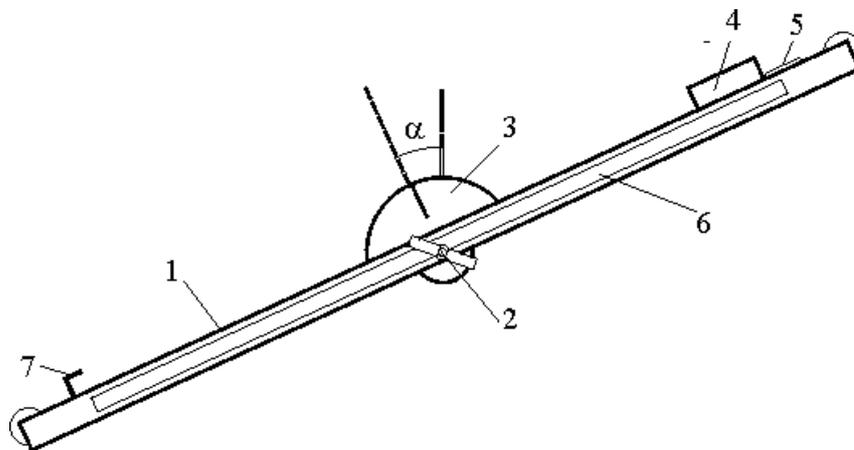

Рис.2
Установка представляет собой наклонную плоскость 1, которую с помощью винта 2 можно устанавливать под разными углами  $\alpha$  к горизонту (рис.2). Угол  $\alpha$  измеряется с помощью шкалы 3. На плоскость может быть помещен брусок 4 массой  $m$ . Предусмотрено использование двух брусков. Каждый брусок состоит из двух частей, изготовленных из различных материалов: дерево-дюраль и дерево-сталь.
1. Ослабив винт 2 (рис.2), установите плоскость под углом  $0^\circ$  к горизонту. Поместите брусок 4 (сталь-дерево) на наклонную плоскость в положении деревом вниз.
2. Медленно изменяя угол наклона плоскости найдите такой угол, при котором брусок скачком сдвинется с места и начнет скользить по плоскости. Запишите угол наклона плоскости  $\alpha$ . Вычислите по формуле (6) коэффициент трения покоя  $\mu$ .